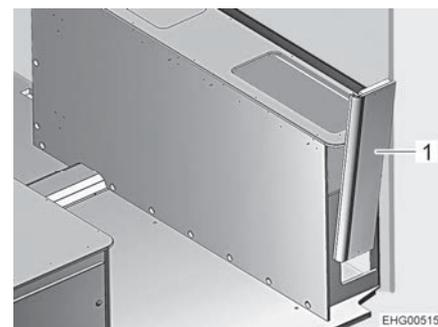

Fig. 108 Armazón de la cama a la derecha, pared lateral
- Retirar la pared lateral (Fig. 108,1) hacia arriba traqueteándola ligeramente.